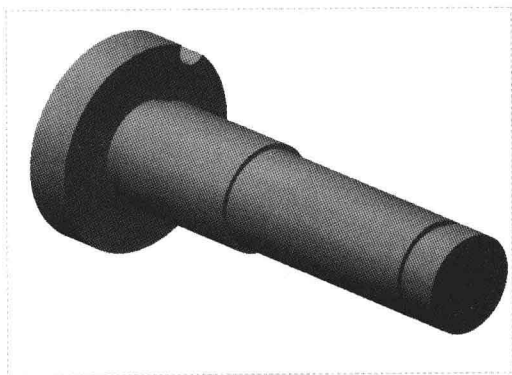

图 14-7 创建旋转特征 1
Step 06 单击“关闭”面板中的“确定”按钮 , 完成截面绘制并退出草绘环境, 单击“应用并保存在工具中所做的所有更改, 然后关闭工具操控板”按钮 , 完成旋转特征的创建, 如图 14-7 所示。